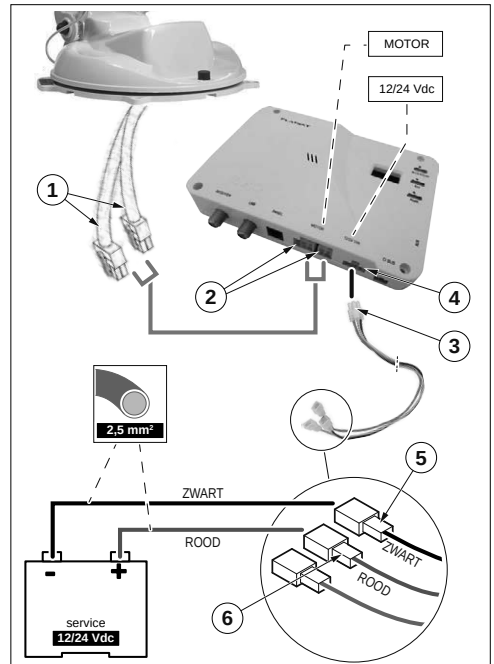

Fig. 4
5. Druk op de SAT knop (7) op de bedieningsunit en wacht totdat de steunarm van de schotel (8) omhoog gaat. Schakel zodra de verticale positie is bereikt de Flat Sat Easy BT uit door de voedingskabel ("Fig. 4" - 3) van de bedieningsunit los te koppelen.
8. Sluit de voedingskabel ("Fig. 4" - 3) weer aan op de bedieningsunit en wacht tot de steunarm weer inklappt.